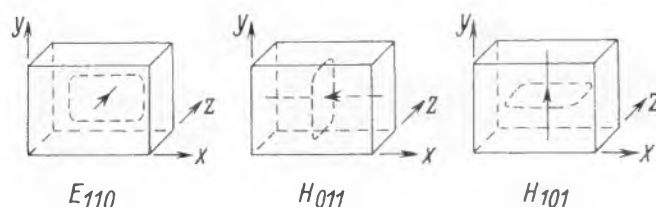

Bild 10. Die sich bei verschiedener Orientierung der Schwingung aber festgehaltenem Koordinatensystem ergebenden Bezeichnungen
3. Hält man das Koordinatensystem fest, so entsprechen Feldbilder und Schwingungsbezeichnung einander wie folgt (Bild 10):